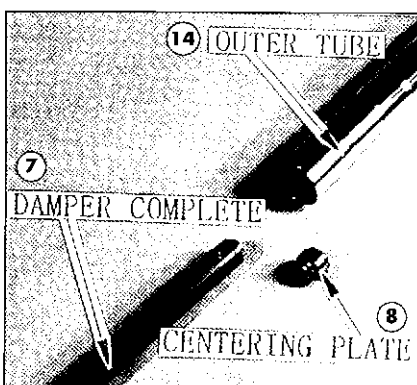

Fig. 5
- 7) Rimuovere il pompante completo e la bussola di centraggio dal tubo esterno (Fig. 5).
- 8) Remove the dust seal and stopper ring (Fig. 5).
- 7) Oter le dispositif de pompage complet et la douille de centrage du tube extérieur (Fig. 5).
- 8) Oter le racleur et la bague d'arrêt (Fig. 5).
- 8) Den Staubabkratzer und den Sperring entfernen (Bild 5).
- 8) Remueva el raspapolveros y el anillo de tope (Fig. 5)